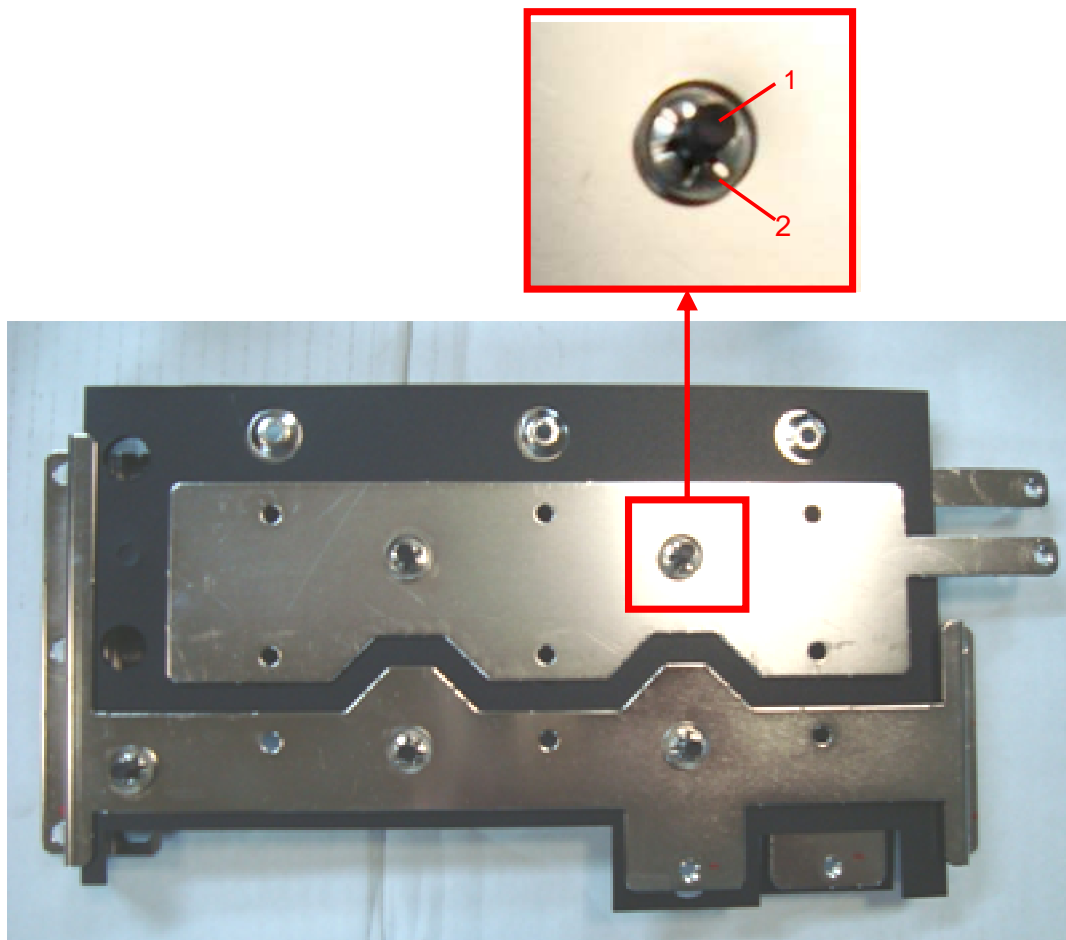

Рис. 7.9
2. скрепить собранный пакет изолирующих прокладок и шин элементами крепления 1 с помощью стопорных колец 2 (рис. 7.9).